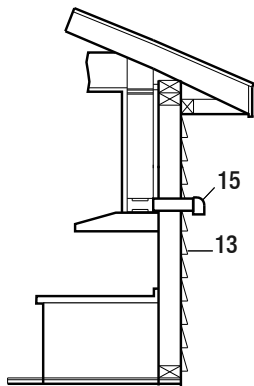
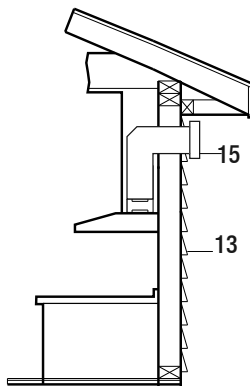
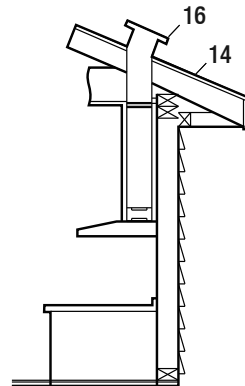

Fig. 5
Fig. 6
Fig. 7
- Votre système de ventilation doit évacuer à l'extérieur, soit horizontalement à travers le mur arrière (13) ou verticalement à travers le toit (14) (Voir la Fig. 5/ Fig. 6/ Fig. 7).